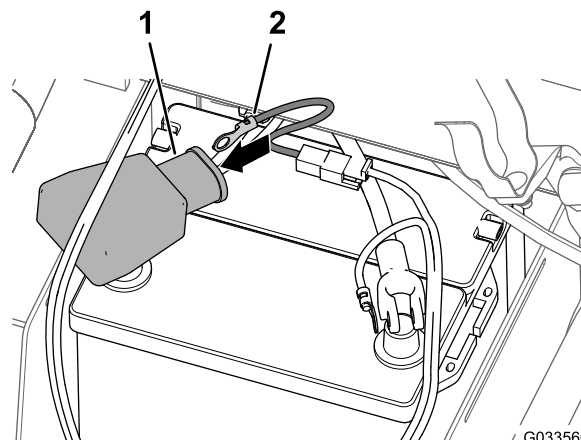

Рисунок 29
4. Проденьте круглую клемму плавкой перемычки (жгут проводов опрыскивателя) через широкую крышку аккумуляторной батареи, как показано на Рисунок 29.